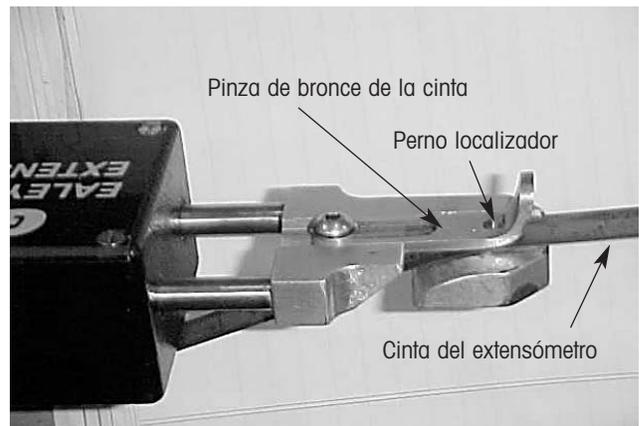

Figura 14. Detalles de sujeción de la cinta
5. Deslice la pinza de bronce de la cinta (figura 14) por encima del perno para asegurar la cinta al extensómetro, evitando que se deslice fuera del perno mientras sea tensionada en los pasos siguientes.